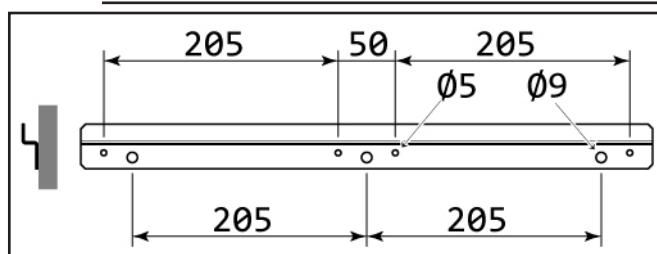

Fig.3 - Fori e posizionamento staffa a muro
- Utilizzare la staffa in dotazione come maschera per segnare i fori sul muro come mostrato in Fig.3.
- Eseguire sul muro n.3 fori Ø10mm profondi 65mm come indicato in Fig.3. In alternativa, si possono applicare viti più piccole (non fornite) utilizzando i quattro fori Ø5.